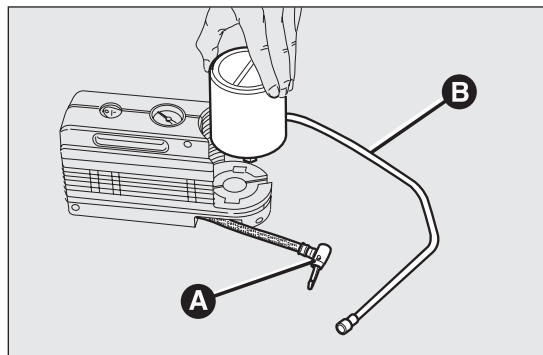

Abb. 108
- ☐ Die Kupplung A Abb. 108 lösen;
- ☐ Die Spraydose mit der Kupplung A verbinden und den durchsichtigen Schlauch B Abb. 108 in die entsprechende Aufnahme einsetzen.